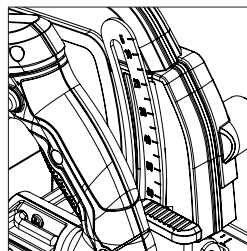

Rys. 10
(12) DOSTOSOWANIE GŁĘBOKOŚCI CIĘCIA
- Należy poluzować mechanizm blokady ustawienia głębokości poprzez uniesienie dźwigni. **(Rys. 10)**